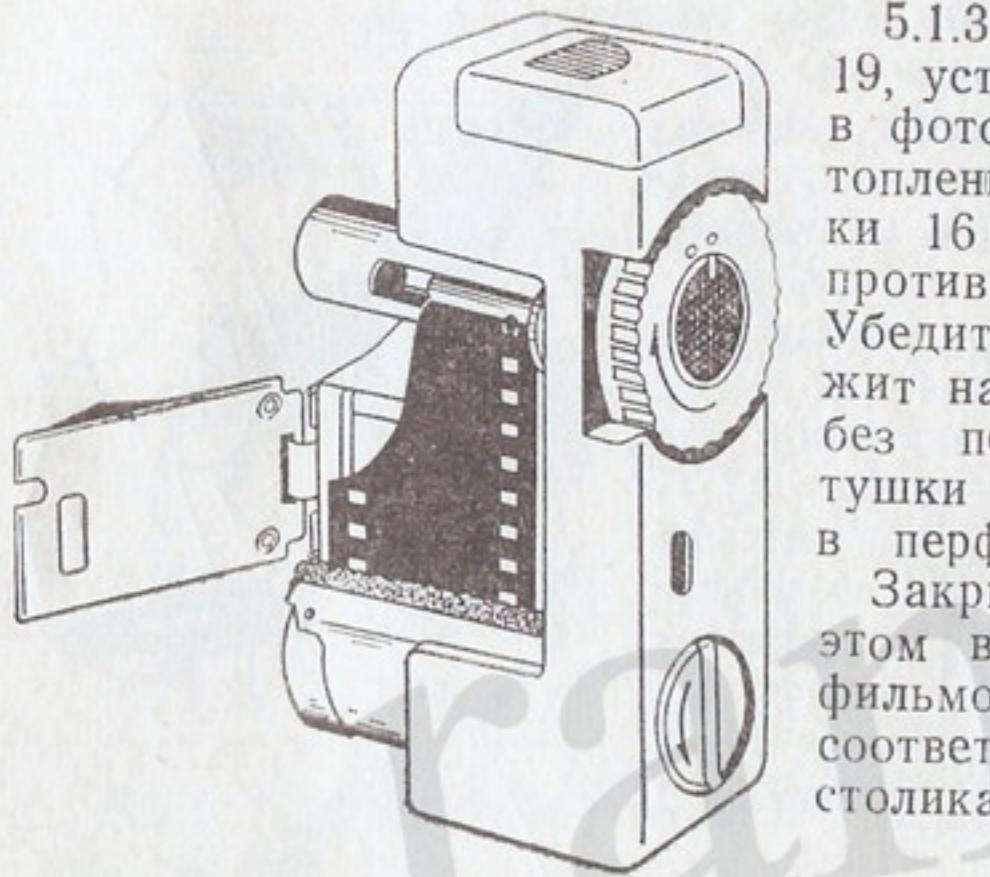

Рис. 7.
5.1.3. Открыть прижимной столик 19, установить кассету с фотопленкой в фотоаппарат. Вставить конец фотопленки в прорезь приемной катушки 16 так, чтобы он вышел через противоположную прорезь катушки. Убедиться в том, что фотопленка лежит на полозках фильнового канала без перекосов, а зуб приемной катушки и зубья звездочки 15 входят в перфорации фотопленки (рис. 7).